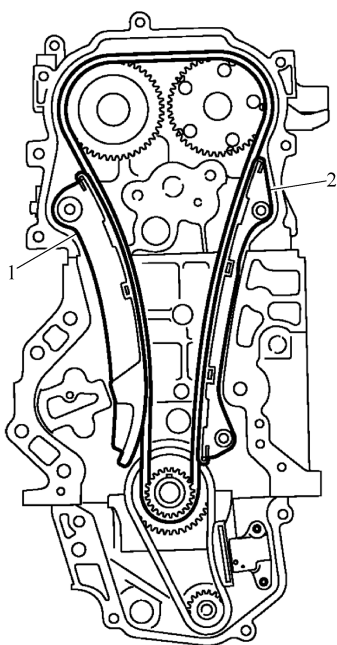

图 3-61 安装张紧导板
7) 安装张紧导板 2 和松紧导杆 1, 如图 3-61 所示。